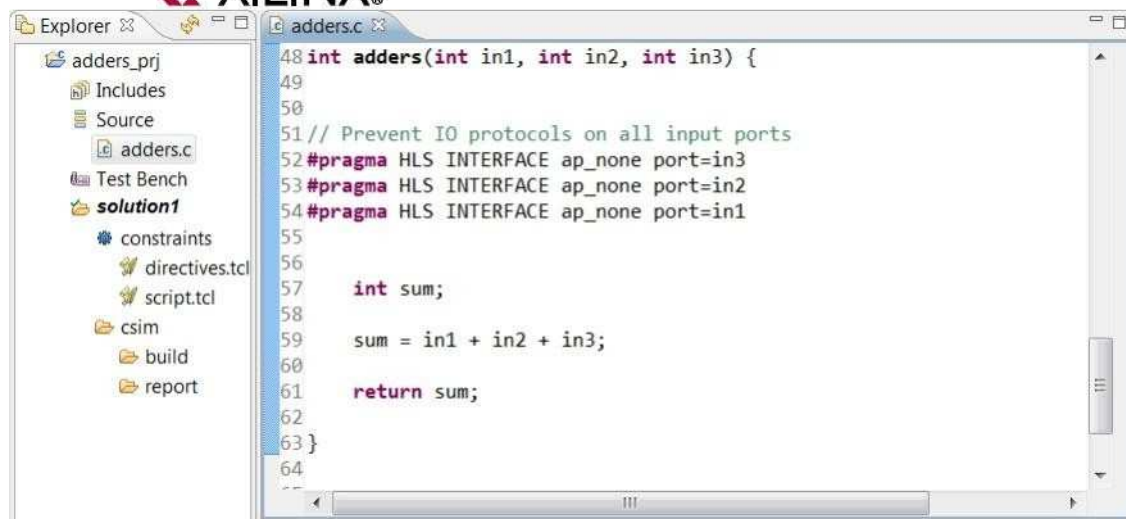

图4-3: 接口合成实验室1的C代码
1. 双击 **Source** 文件夹以打开源代码 *adders.c* 以进行检查(图 4-3)。